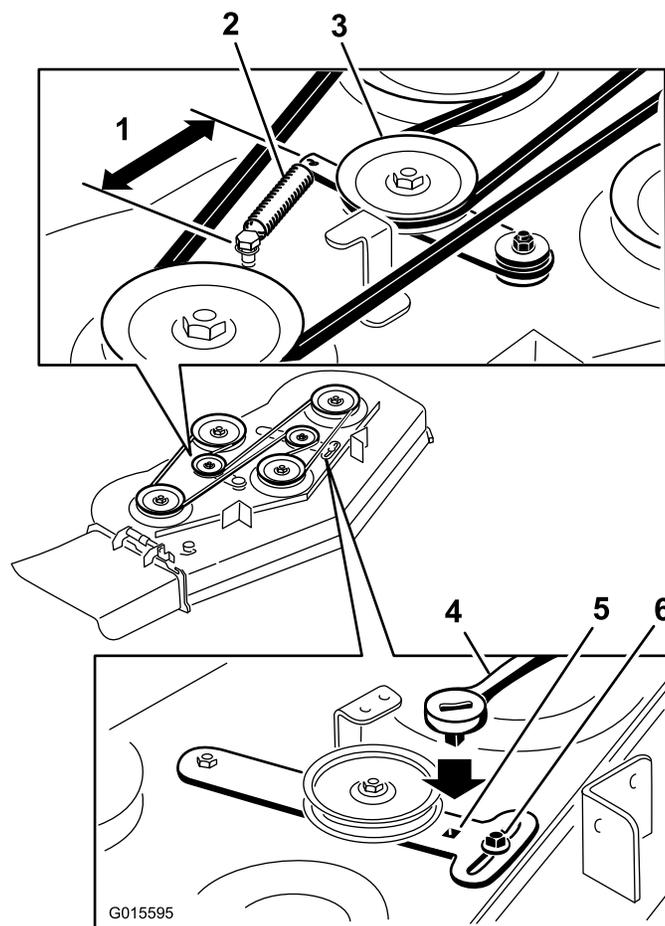
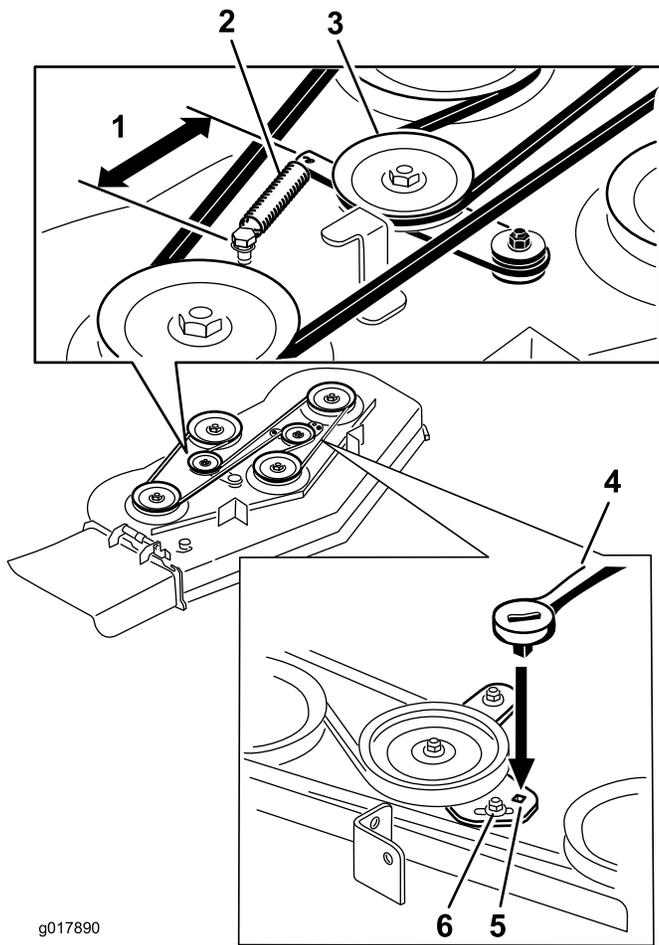

Figura 68
Figura 69
5. Retire la correa desgastada del cortacésped (Figura 68 y Figura 69).
6. Instale la correa nueva alrededor de las poleas de la carcasa y la polea del embrague (Figura 68 y Figura 69).
7. Utilizando una llave de carraca en el brazo tensor, apriete la polea tensora hasta que el muelle se extienda a una longitud de 6.5 pulgadas (165 mm) de un gancho a otro (Figura 68 y Figura 69).